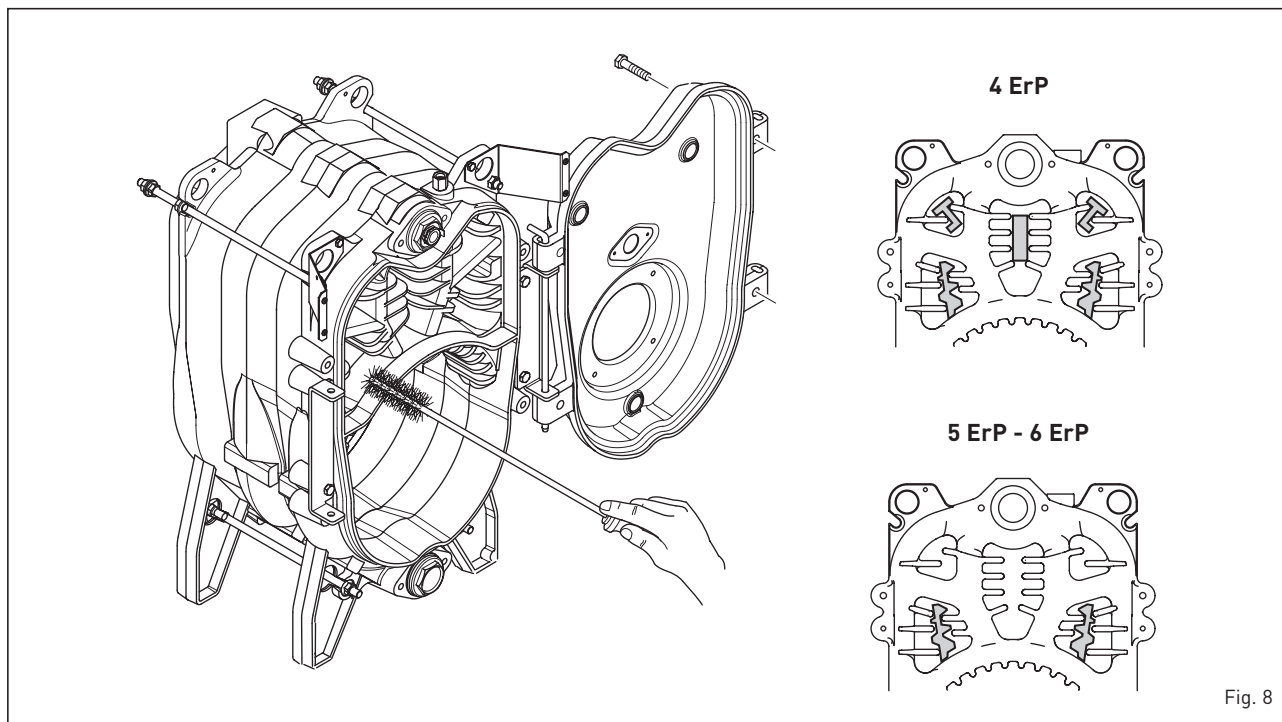

Fig. 8
3.3.1 Lato fumi caldaia (fig. 8)